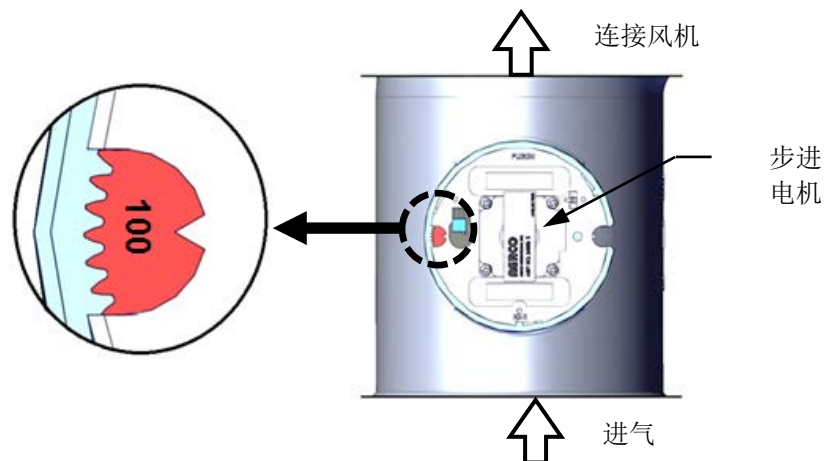

图 3-2: 空气/燃料阀进气吹扫位置
- c. 空气/燃料阀旋转到全开吹扫位置，然后关闭吹扫位置开关。空气/燃料阀上的刻度盘 (图 3-2) 将显示 **100**，表示完全打开 (100%)。